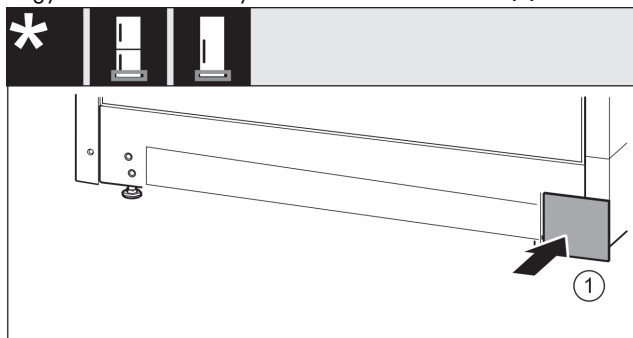

Fig. 37
- Tegye vissza a borítást a másik oldalra. Fig. 37 (1)